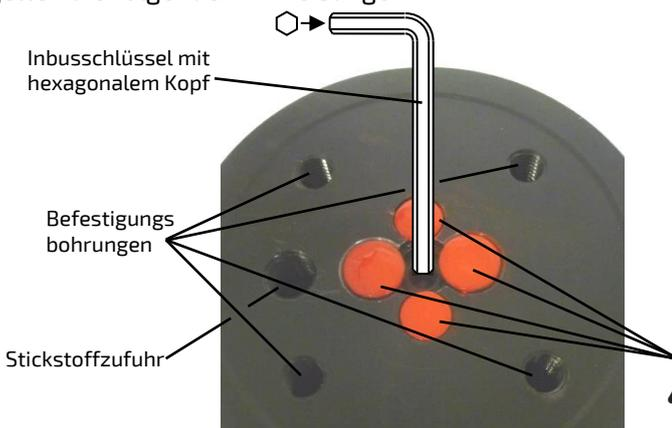

Abbildung 1 (Gasdruckfeder Basis)
Dieser Abschnitt gilt nicht für die CRAL-Gasdruckfedern mit festem (nicht einstellbarem) Rückhub: Sie sind an der Anordnung des Gasfedernfußes zu erkennen, der nur die Gewindebohrungen für die Befestigung und die Gewindebohrung (Anschluss) für die Be-/Entladung mit Stickstoffgas aufweist (letztere befindet sich in der Mitte). Dieser Abschnitt gilt hingegen nur für die CRAL-Gasdruckfedern mit einstellbarem langsamen Rückhub (gebremster Rückhub): Sie sind an der in *Abbildung 1* dargestellten Anordnung des Gasfedernfußes zu erkennen. Für diese Modelle gelten die folgenden Anweisungen:
2. Öffnung der geschlossenen Einstellschraube gegen den Uhrzeigersinn wie in *Abbildung 1* beschrieben. Je kürzer der verzögerte Rückhubweg, desto geringer die Wärmeentwicklung in der Feder und desto höher deren Lebensdauer.